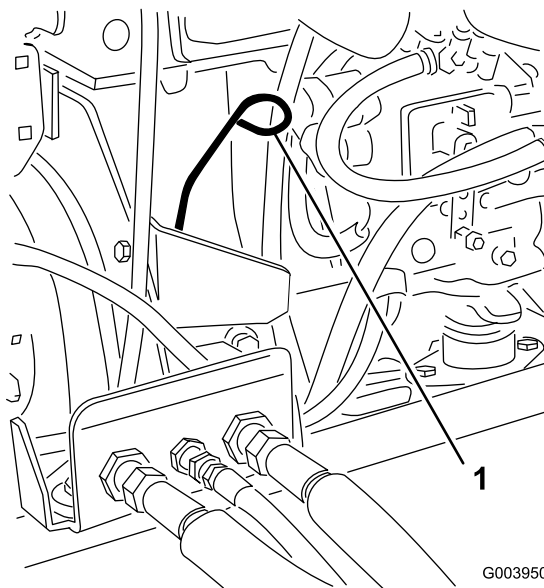

Figura 44
3. Retire a vareta, limpe-a e volte a colocá-la (Figura 44).